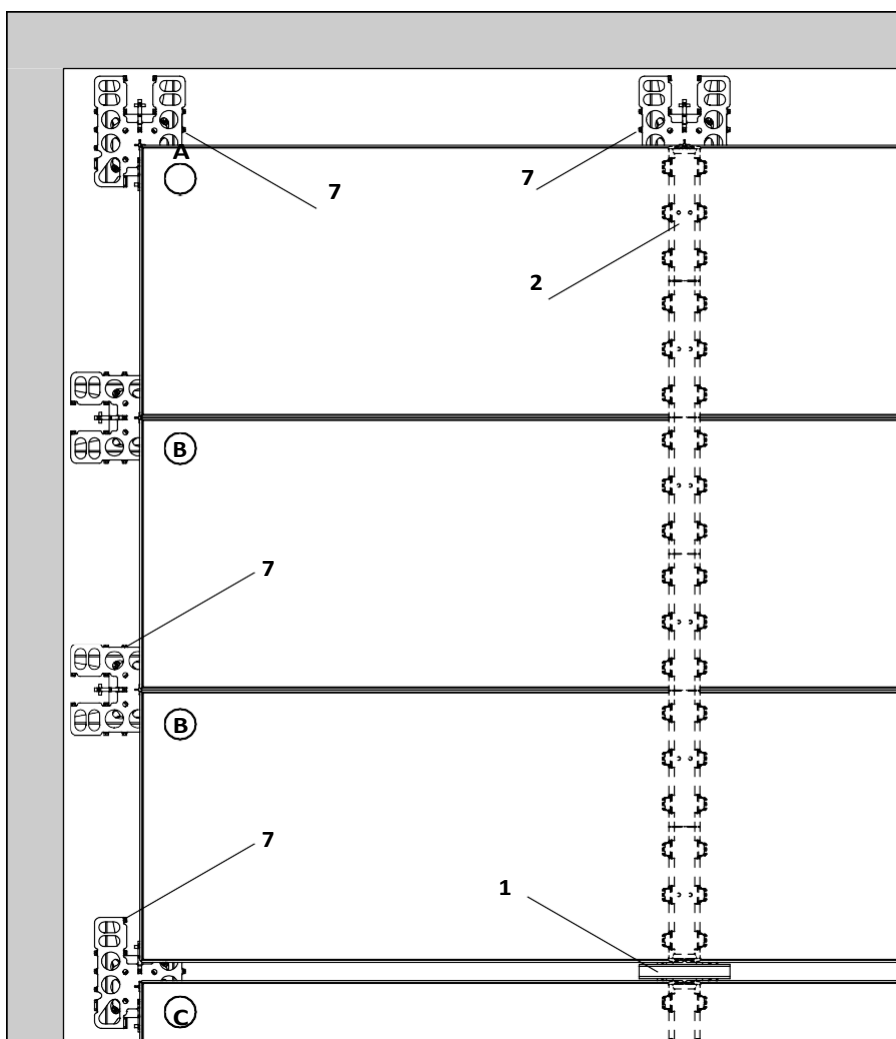

Fig. A5.19
В ъглите, където се срещат надлъжните и напречните изравнявания, комбинираната глава (7) е ориентирана по направление на надлъжния трегер. (Fig. A5.19 A)
Монтирайте конзолата на комбинираната глава (7) откъм областта за изравняване. (Fig. A5.19 B)
В системите с падаща глава (1), комб. глава (7) винаги е монитрана напречно, ако е поставена под покриващата лента. Като резултат от това панелите са предпазени от хлъзване. (Fig. A5.19 C)